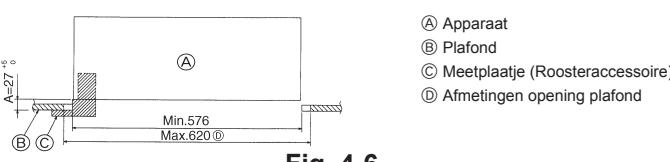

Fig. 4-6
- Als u het apparaat niet exact tegen het gat in het plafond kunt ophangen, dan kunt u het verschuiven door middel van een gat in de ophangplaat. (Fig. 4-6)